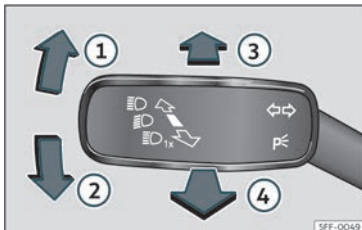

Fig. 86 Panca de intermitentes e de luz de estrada (segundo versións).
- Dende a posición de base, prema cara adiante a panca dos intermitentes e da luz de estrada»» fig. 86 ③. Cando se amose o indicador ≡D na pantalla do cadro de instrumentos, o asistente da luz de estrada estará conectado.
• **OU BEN:** coa luz de estrada conectada, puxe cara atrás da panca dos intermitentes e luz de estrada»» fig. 86 ④.